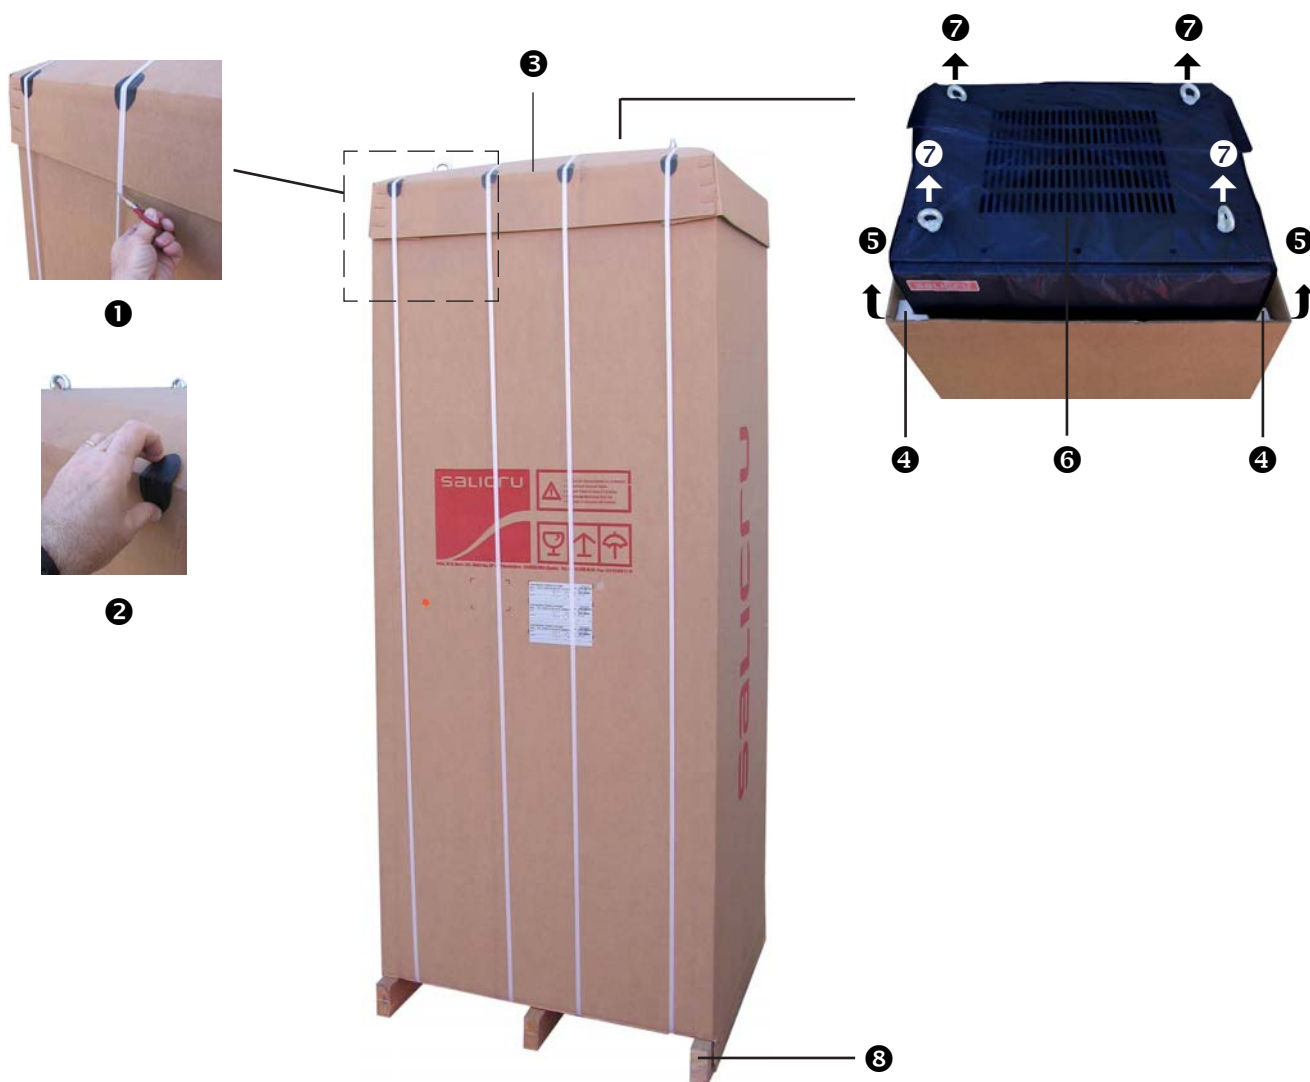

Fig. 17. Procédure de déballage d'un système en armoire.
- Le déballage d'un équipement ne comporte aucun inconvénient et ne décrit-il que la procédure pour un système en armoire, dû à la complexité particulière à cause de son volume (voir Fig. 17). Respectez la procédure indiquée à continuation :